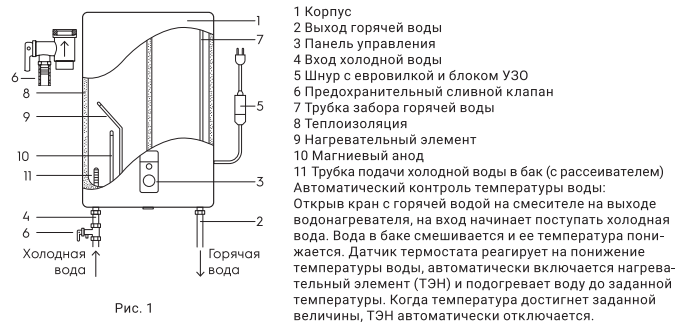

Рис. 1
- Предохранительный обратный клапан следует устанавливать в месте входа холодной воды (см. рис. 1)